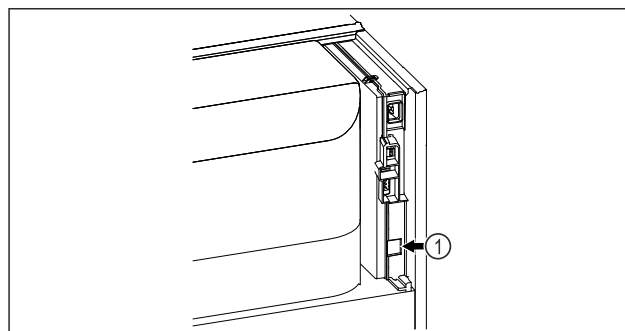

Fig. 74
- SmartModule Fig. 74 (1) ist eingesetzt.